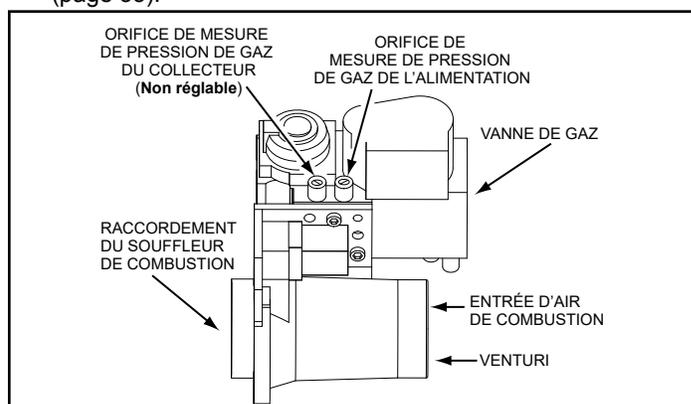
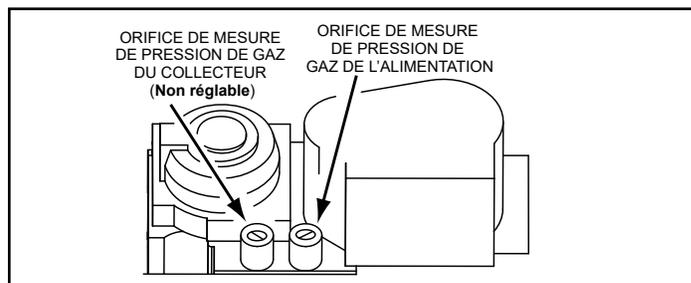

Figure 60. Ensemble vanne de gaz/venturi - Vue de dessus
Figure 61. Détail de la vanne de gaz - Vue de dessus
4. Attendre cinq (5) minutes que tout gaz résiduel soit dissipé.
5. Raccorder le manomètre à la prise de pression de gaz d'alimentation sur la vanne de gaz. Voir *Figure 60* (page 55) et *Figure 61* (page 55).
Les chauffe-eau couverts par ce manuel comportent des prises de contrôle pour les mesures de pression de gaz d'alimentation et de collecteur sur la vanne de gaz. À l'aide d'un petit tournevis de poche à tête plate, ouvrir le robinet à pointe à l'intérieur de la prise de mesure de pression du gaz d'alimentation d'un tour complet seulement; faire tourner la vis du robinet à pointe dans le sens contraire des aiguilles d'une montre pour ouvrir le robinet. Enfiler le tube de mesure du manomètre sur le dessus de la prise de mesure. Voir *Figure 60* (page 55) et *Figure 61* (page 55).